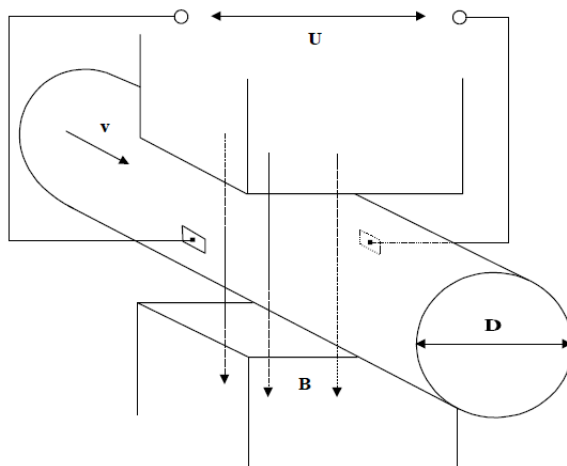

Рисунок 1
1.4.1.1 Принцип действия расходомера основан на законе электромагнитной индукции Фарадея, согласно которому в проводнике, движущемся в магнитном поле, наводится электродвижущая сила (ЭДС) (см. рисунок 1). Величина ЭДС в случае постоянного магнитного поля определяется уравнением электромагнитной индукции: